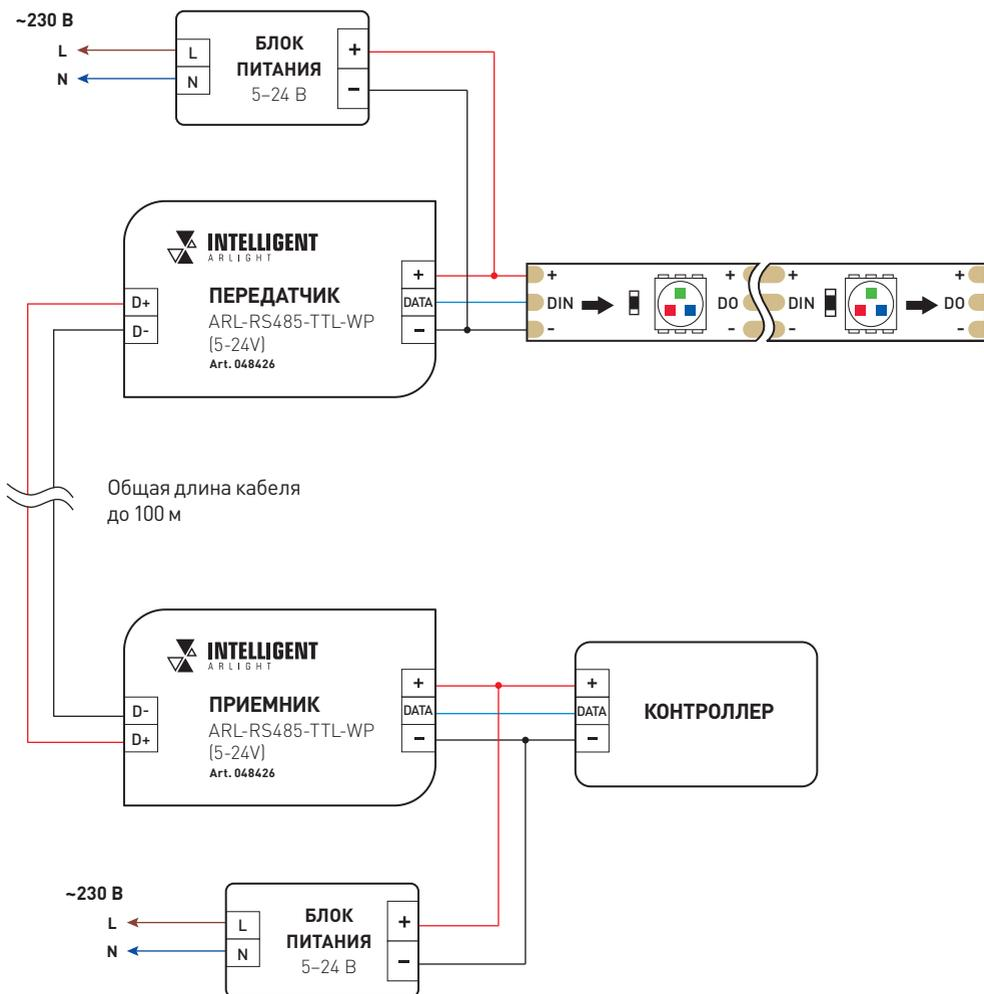

Рис. 2. Схема подключения приемника и передатчика
- 3.2. Подключите приемник и передатчик в соответствии со схемой на рис. 2.